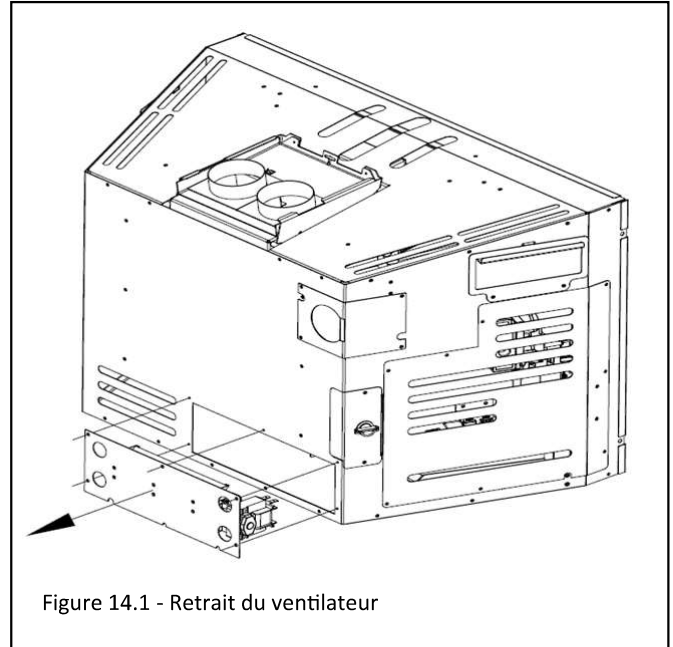

Figure 14.1 - Retrait du ventilateur
- Retirer les (6) vis qui retiennent le support de ventilateur au foyer. Voir Figure 14.1. Tirez vers vous le support de ventilateur et déconnecter les fils de connexion. Reconnecter les fils au kit de ventilateur de rechange et réinstaller les pièces dans l'ordre inverse.